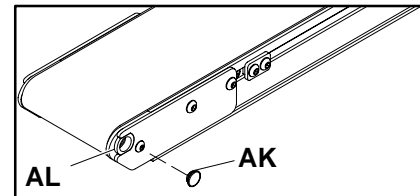

Abbildung 15
Entfernen Sie die Befestigungshülsen (AH) und die Antriebsrolle (AI). Falls die Befestigungshülsen festgefressen sind, müssen Sie gemäß der folgenden Arbeitsschritte vorgehen. Alle nicht-angetriebenen Bauteile verfügen über einen Kunststoffstopfen (AK in Abbildung 15), der sich an den Enden der Befestigungshülsen der Antriebsrolle (AL) befindet. Entfernen Sie diesen Stopfen mit einem kleinen Schlitzschraubendreher.
Montieren Sie die Kunststoffstopfen (AK in Abbildung 15) in den Enden der Befestigungshülsen der Antriebsrolle (AI).